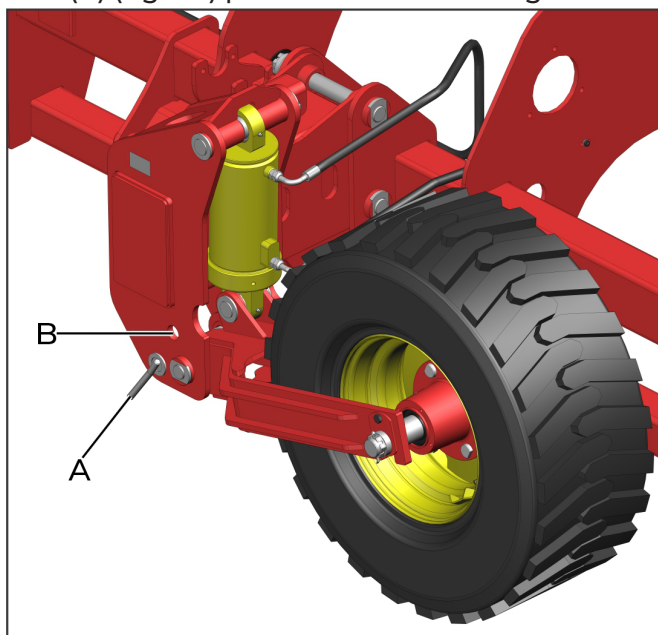
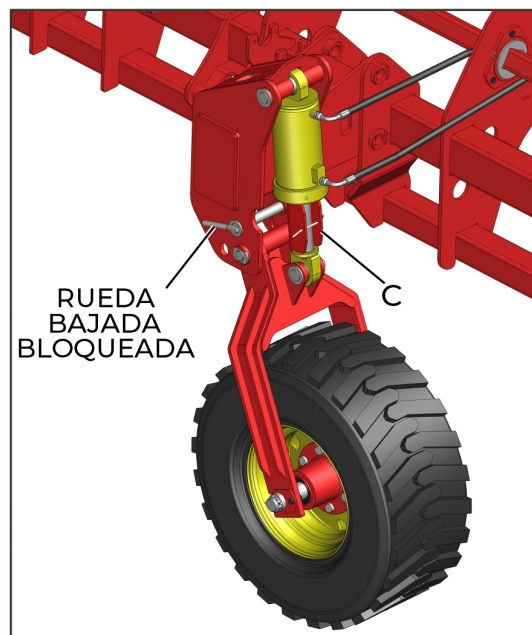

fig. 43
fig. 44
Retire el perno (A) (fig. 43) y active el cilindro, suspendiendo completamente la sembradora. Bloquee el sistema con el perno (A) (fig. 43) en el orificio superior (B) (fig. 43). Coloque el dispositivo de seguridad (C) (fig. 44) para evitar la sobrecarga de los cilindros.
No accione los cilindros de las ruedas con los dispositivos de seguridad (C) (fig. 44) bloqueados.